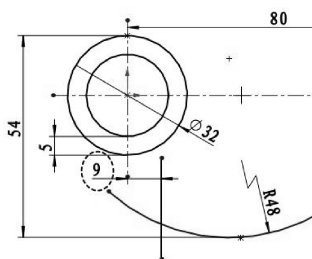

图 2-118 绘制竖直直线
- 单击【直线】按钮 , 绘制标注距离为 9 的竖直直线, 如图 2-118 所示。